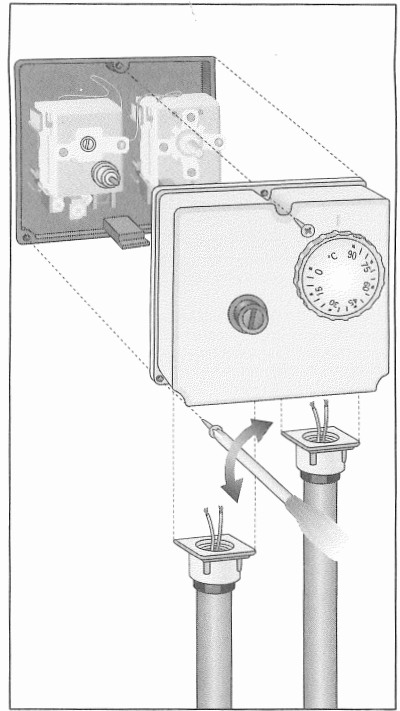

fig.5 - Abb. 5
Portare i fili dell'impianto attraverso gli appositi passacavo ed eseguire gli allacciamenti alla morsetteria (fig.5) come indicato al paragrafo seguente "collegamenti elettrici". Riaggianciare il coperchio al prodotto.
B) Remove the thermostat front cover by releasing the three provided screws. Thread the power supply wires in the relevant fairlead and connect them to the thermostat terminals (fig.5) according to the instructions of the following paragraph "Wiring Connections". Snap the front cover back.